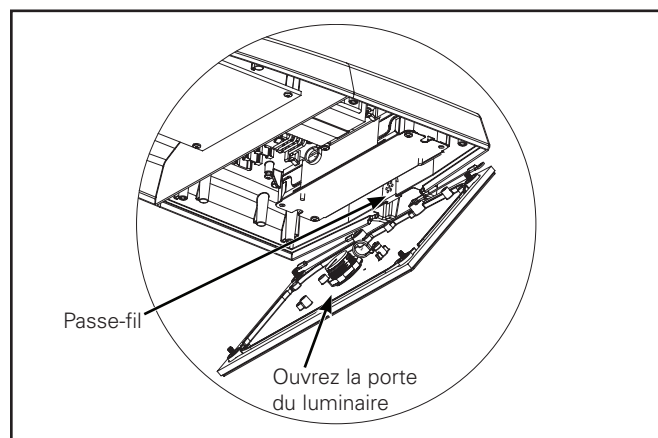

Figure 8.
4. Ouvrez la porte du luminaire en desserrant les quatre (4) vis à tête cruciforme (ou les vis à serrage, le cas échéant) de la porte (Figure 8).
5. Retirez le passe-fil des fils du luminaire situé à l'arrière de ce dernier (Figure 8).